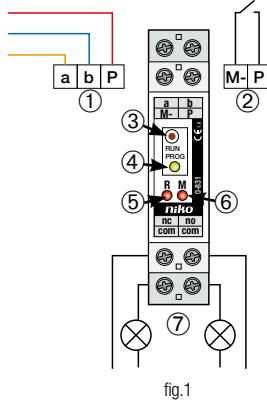

fig.1
2. PIECES ET INSTALLATION (voir fig.1)
- ① bornes de raccordement pour le bus (à 3 fils)
- ② bornes de raccordement pour le contact d'entrée
- ③ bouton de programmation
- ④ LED d'état de programmation
- ⑤ LED d'état de sortie de relais
- ⑥ LED d'état de contact d'entrée
- ⑦ contact de sortie N.O. (no + com) ou N.F. (nc+ com) (max. 230V/3A)